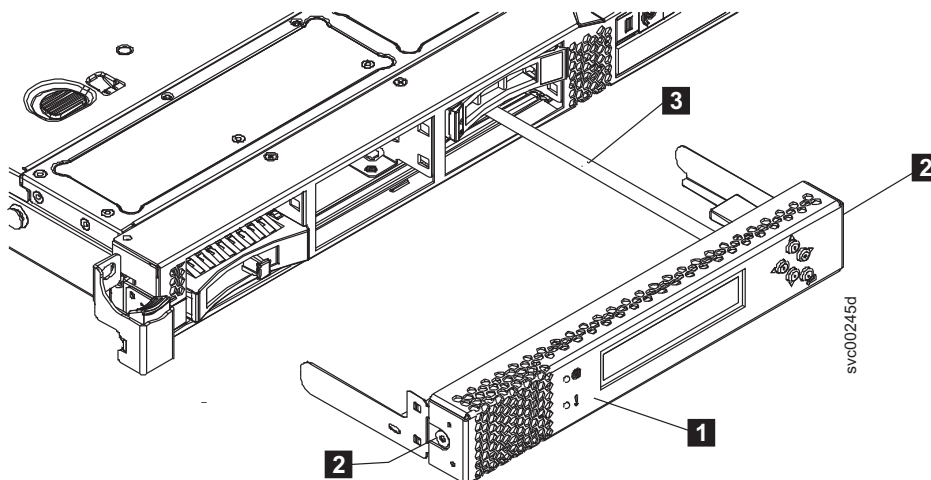

Figura 148. Controlador de serviço com o cabo USB conectado (SAN Volume Controller 2145-CF8 mostrado)
5. Se o controlador de serviço (**1** na Figura 148 na página 187) estiver no local, pressione os botões de liberação (**2**) em cada lado do conjunto do controlador de serviço para liberar o controlador de serviço do nó, mas não desconecte o cabo do controlador de serviço USB. Deslize o controlador de serviço do nó e apoie-o em algum lugar, se possível, ou suspenda o controlador de serviço cuidadosamente do cabo do controlador de serviço.